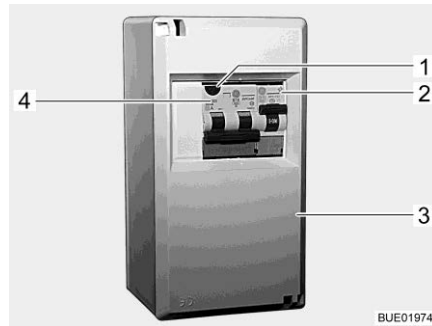

Fig. 149 Scatola dei fusibili a 230 V
Un interruttore di sicurezza per correnti di guasto combinato (Fig. 149,4) nella scatola dei fusibili (Fig. 149,3) protegge l'intero veicolo da correnti di guasto (0,03 A).
Per veicoli con accessori opzionali (p. es. l'impianto di climatizzazione) un ulteriore interruttore di sicurezza (10 A) (Fig. 149,2) protegge l'apparecchio.
- Se il veicolo è collegato all'alimentazione a 230 V, premere il tasto di controllo (Fig. 149,1). L'interruttore di sicurezza per correnti di guasto deve scattare.